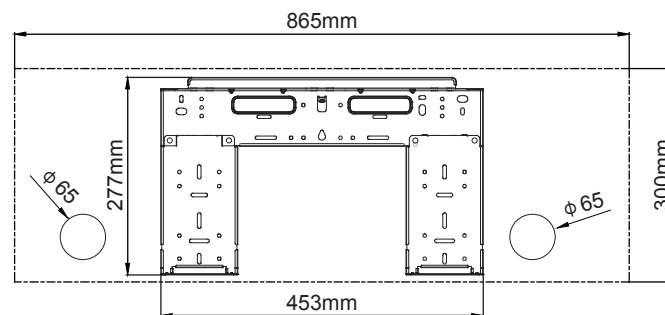

Fig. 4.2
2. Coloque la placa de montaje contra la pared en un lugar que cumpla con los estándares de Selección de la Ubicación de la Instalación. (Las dimensiones de la placa de montaje son las siguientes Fig.4.2)